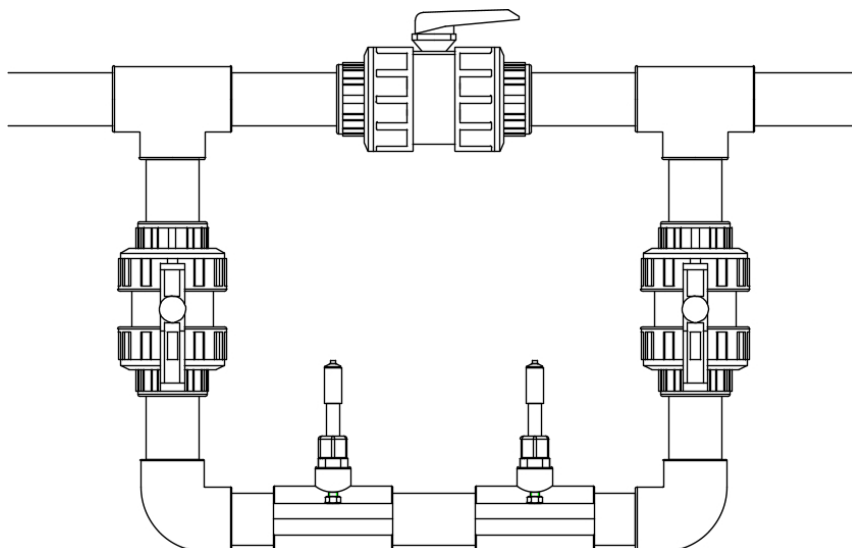

Рис. 13
3.11 РЕКОМЕНДУЕМАЯ СХЕМА (БАЙПАС) ДЛЯ УСТАНОВКИ И ОБСЛУЖИВАНИЯ ДАТЧИКОВ pH и RX (Рис. 13)